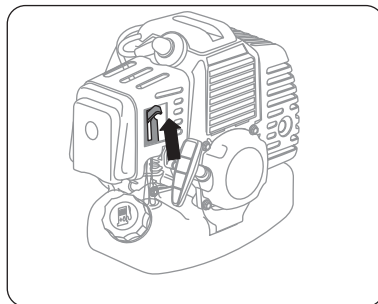

Рис. 11
- Рычаг воздушной заслонки переведите вверх, в положение I/I (Рис. 11).